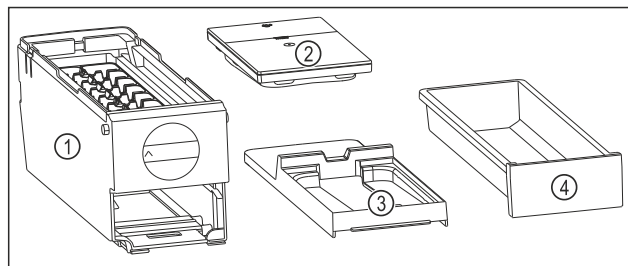

Fig. 79 Součásti EasyTwist-Ice
- EasyTwist-Ice je rozebrán na čtyři části. (viz Fig. 79)
- EasyTwist-Ice rozebírejte pouze na zobrazené součásti. (viz Fig. 79)
- Korpus EasyTwist-Ice Fig. 79 (1) vyčistěte jako celek.